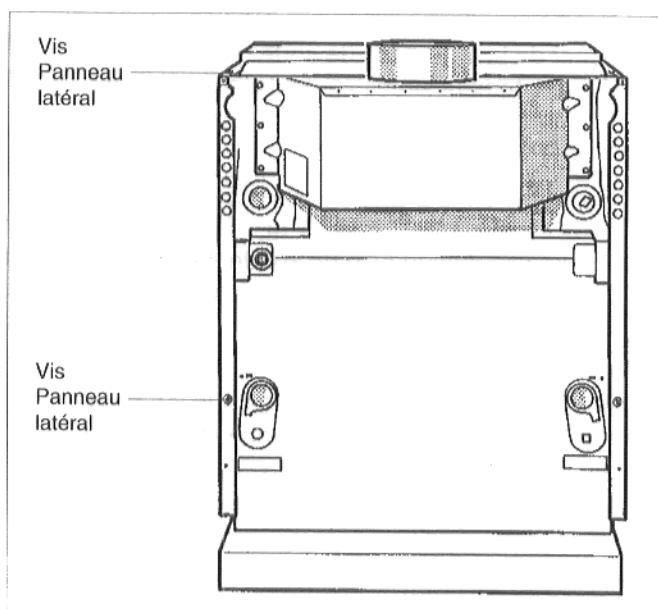

Fig. 6
- Fixer le panneau latéral sur la traverse en haut de la chaudière au moyen d'une vis Parker (fig. 6).
- Fixer le panneau latéral à l'arrière de la chaudière dans l'écrou de verrouillage au moyen d'une vis Parker (fig. 6).